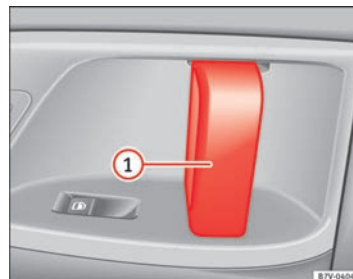

Fig. 49 En la puerta corrediza: maneta de la puerta ①.
Abrir la puerta corrediza desde el interior.	Con la puerta corrediza desbloqueada, abra la puerta por completo tirando de la maneta interior de la misma ⇒ fig. 49 ①.